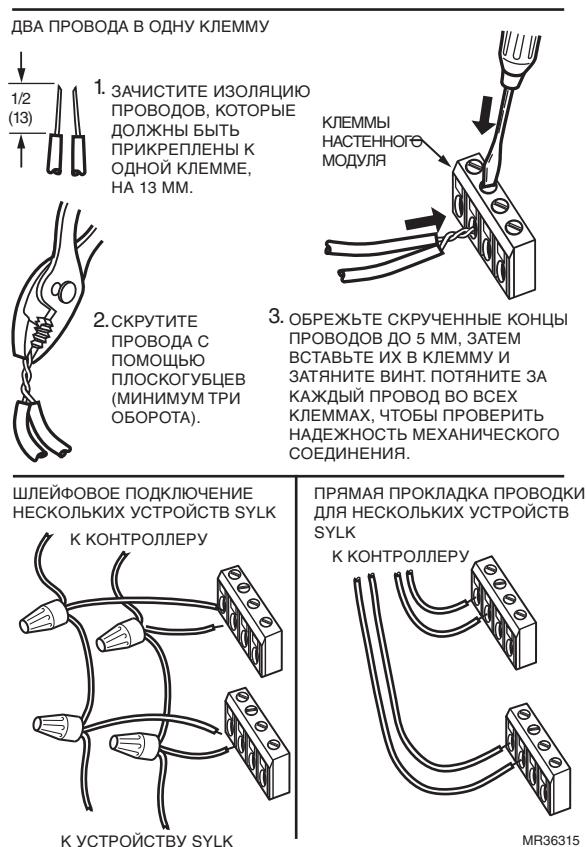

Рис. 6. Варианты подключения нескольких устройств Sylk.
- 4.** На рис. 6 показано подключение нескольких устройств Sylk.